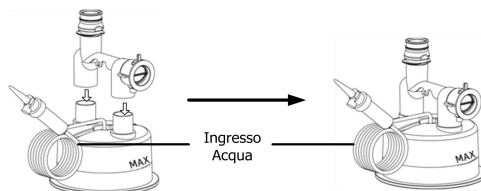

Fig. 11-6
(1) **Installare l'adattatore:** installare gli adattatori su due interfacce verticali della camera d'acqua secondo la direzione mostrata nella figura e premerli con forza, come mostrato nella Fig. 11-6.
Nota: Prima di installare l'adattatore, posizionare la presa d'acqua nella posizione mostrata in Fig. 11-6 per assicurarsi che la presa d'acqua possa essere fissata nella fessura del coperchio dopo aver installato la camera d'acqua.